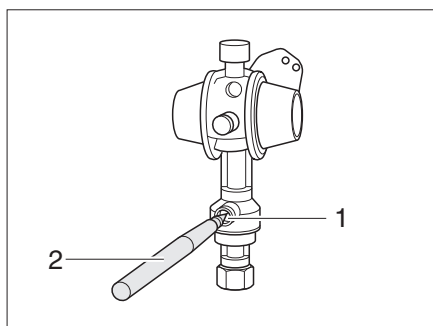

Fig. 86 Crash-Sensor
- A l'aide d'un stylet (Fig. 86,2), enfoncer le bouton de déverrouillage (Fig. 86,1) pendant plusieurs secondes.